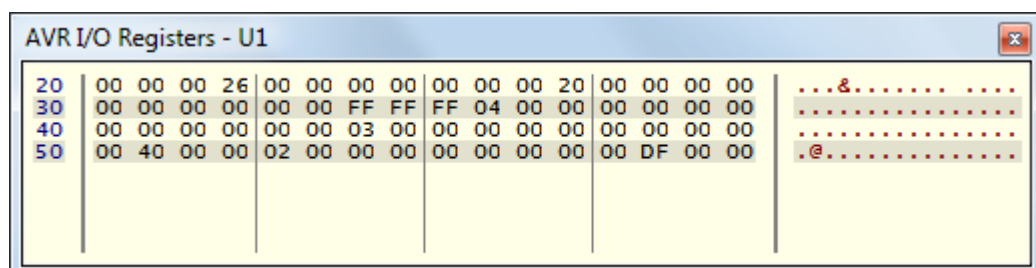

Рис.3.18. Окно регистров ПВВ
- Регистры ввода-вывода (**AVR I/O Registers**). В окне (рис.3.18) отображаются регистры ввода-вывода, управляющие внешними устройствами контроллера.